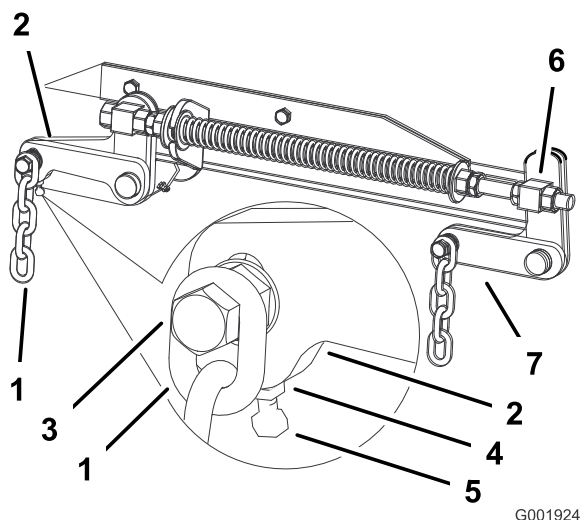

Figura 57
7. Si las medidas realizadas en las posiciones **B** o **C** no son correctas, afloje el perno que fija la cadena trasera al brazo de soporte trasero (Figura 57).
8. Afloje la contratuerca situada debajo del brazo de soporte trasero y ajuste el perno de ajuste hasta obtener una medida de 79 a 82 mm (3-1/8 to 3-1/4 pulg.) (Figura 57).
7. Afloje las contratuerca de pivote delantero, en la parte delantera de los pivotes derecho e izquierdo, aproximadamente 13 mm (1/2 pulg.) (Figura 57).
8. Ajuste las tuercas de elevación en el lado izquierdo y derecho de la máquina hasta obtener una distancia de 6 a 10 mm (1/4 a 3/8 pulg.) menos en la parte delantera en **A** que en la parte trasera, en **B** (Figura 57).